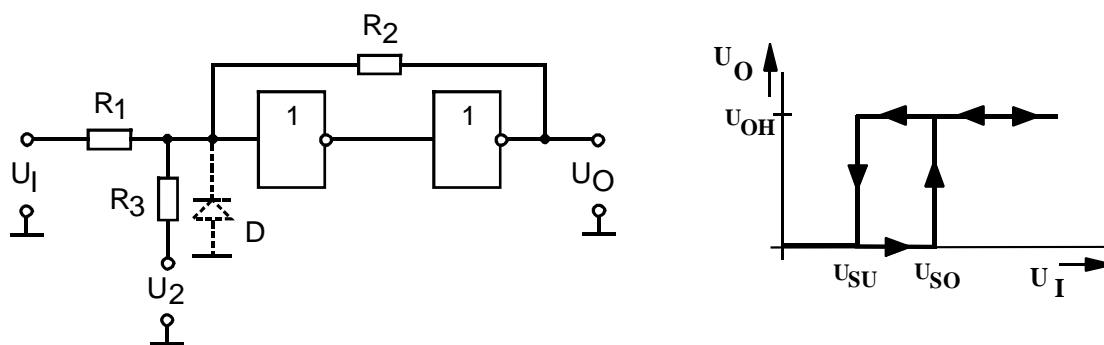

Bild 1: Grundschtaltung und Transferkennlinie eines Schmitt-Triggers
- 3.1.2 Berechnen Sie die Schwellspannungen U_{S0} und U_{SU} des Schmitt-Triggers nach **Bild 1** mit $R1 = 10k\Omega$; $R2 = 22k\Omega$; $R3 = 47k\Omega$ und $U2 = -2V$ für ein **5V CMOS-Gatter (LV5)**.
- 3.3.1 Bauen Sie den Schmitt-Trigger nach **Bild 1** mit den Werten aus **3.1.2 (LV5)** auf und oszillografieren Sie die Transferkennlinie. Vergleichen Sie die gemessenen Schwellwerte mit den theoretisch ermittelten. Verändern Sie die Werte der Widerstände und der Hilfsspannung. Diskutieren Sie die Veränderungen an der Transferkennlinie.